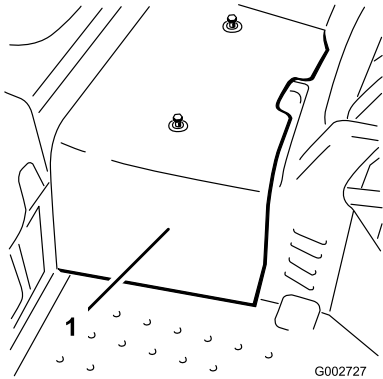

Bild 45
2. Lösen Sie die zwei Schrauben, mit denen die mittlere Haube an der Maschine befestigt ist, und nehmen Sie die Haube ab (Bild 45).